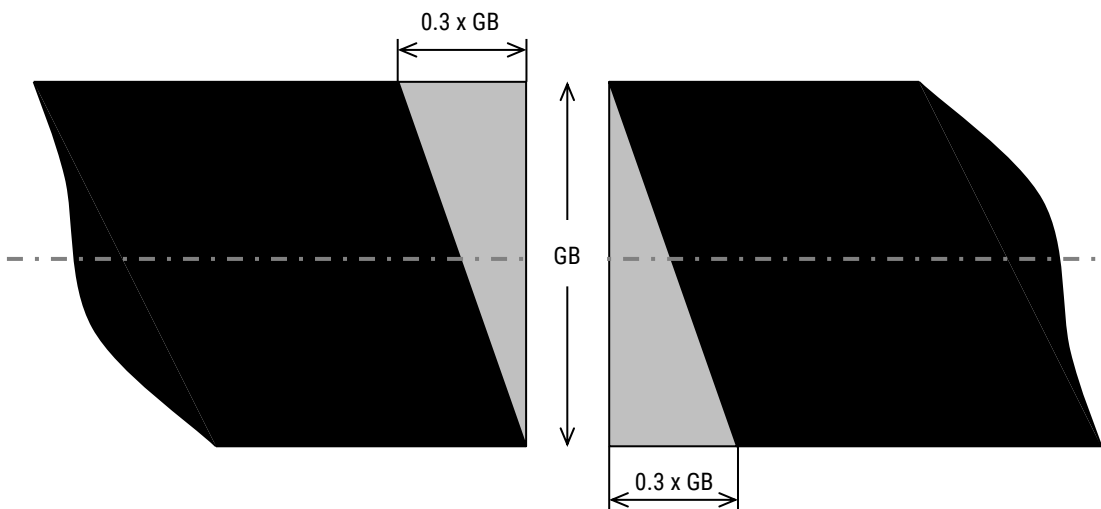

Abbildung 1
- Überlänge = Verbindungslänge (L) + $0,3 \times$ GB wobei GB = die Gurtbreite ist, (siehe Abbildung 1).